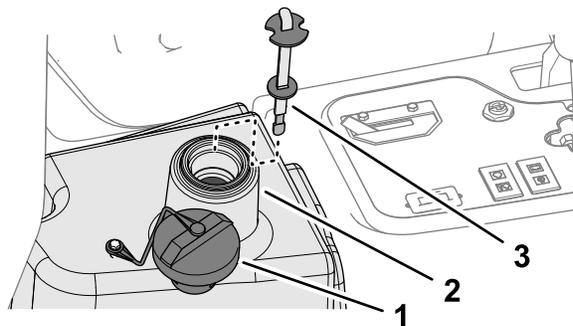

Figura 87
2. Limpie la zona alrededor del cuello de llenado y el tapón del depósito de fluido hidráulico (Figura 87) y retire el tapón.